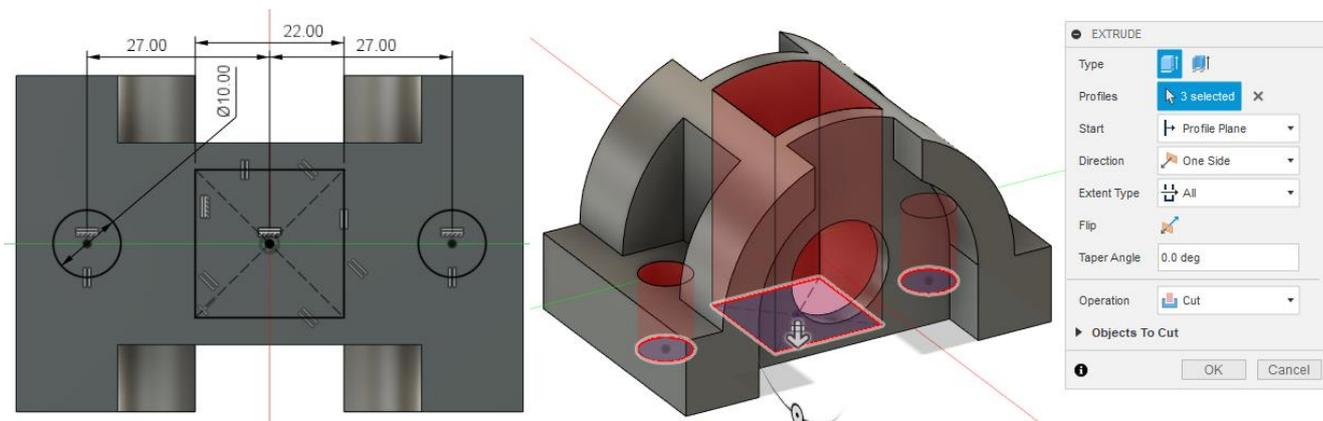
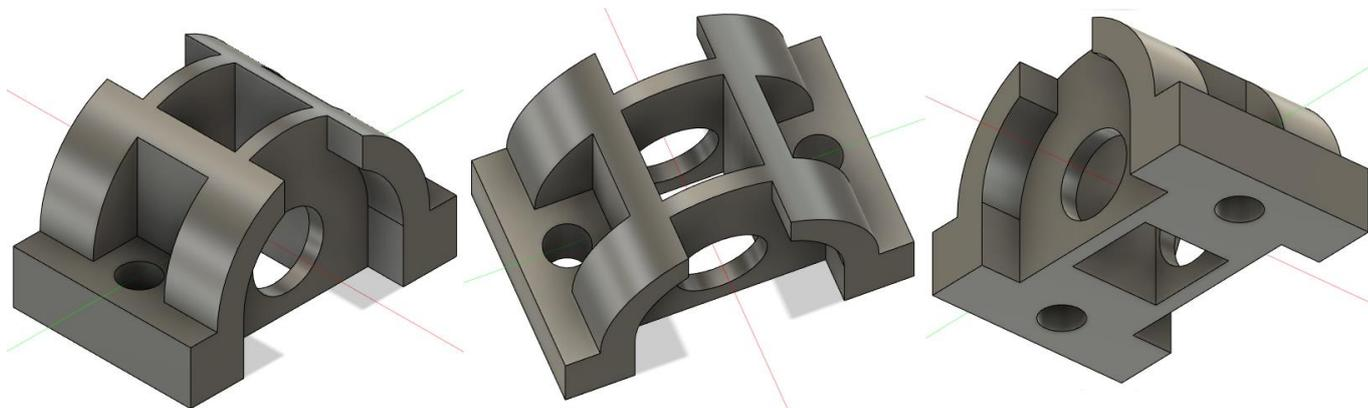

Рис.7.6. Ескіз 4 та його вирізання
Рис.7.7. Готова деталь
5. Так як центральний квадрат 22 на 22 та два бокових отвори $d10$ лежать в одній площині і є наскрізними, то будуємо їх ескіз на нижній грані деталі (рис. 7.6). Проводимо їхнє вирізання і отримуємо готову деталь (рис. 7.7).